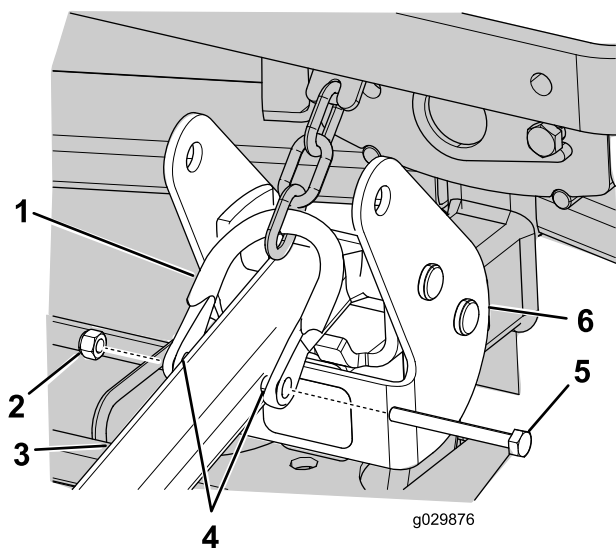

Рисунок 6
- Проденьте цепную сергу через нижнее звено цепи и закрепите сергу на сцепном устройстве выравнивающей сетки при помощи болта с шестигранной головкой (1/4 x 2-1/2 дюйма), 2 проставок и контргайки (1/4 дюйма), как показано на Рисунок 6.